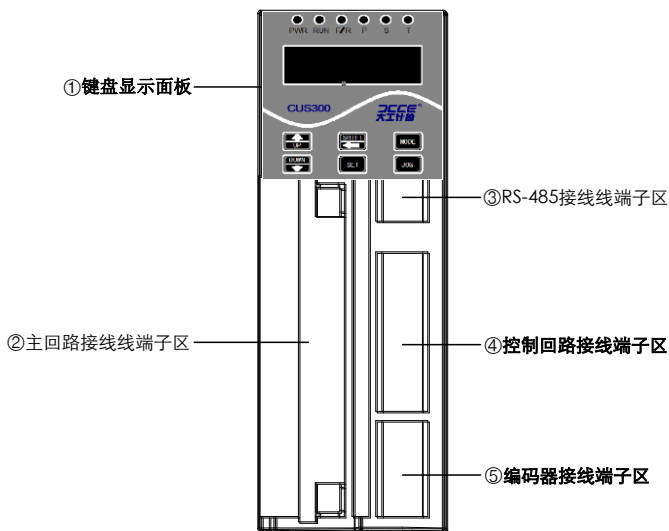

图 1-4-1 外部结构特征
CUS300 系列伺服驱动器外部结构特征如图 1-4-1 所示。①: 键盘显示面板。②: 主回路接线端子区。③: 485 接线端子区。④: 控制回路接线端子区。⑤: 编码器接线端子区。